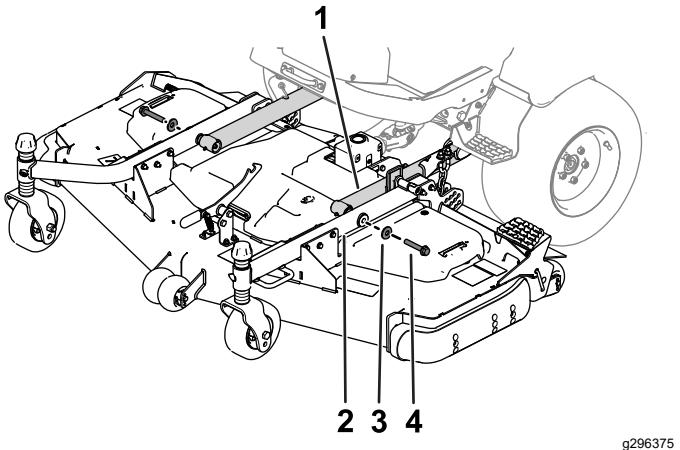

Рисунок 5
7. Используйте два болта с шестигранными головками и две шайбы для крепления рычагов поворотных колес к подъемным рычагам (Рисунок 5).